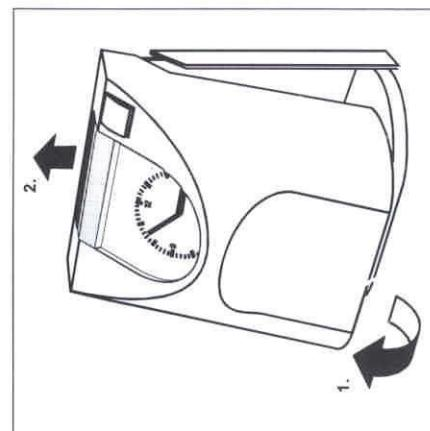

Abb. 7: Gerät öffnen
- Schwenken Sie das Gehäusevorderteil mit der Unterseite soweit nach vorne aus, bis sich das Gehäuseteil nach oben abnehmen lässt. Abbildung 7